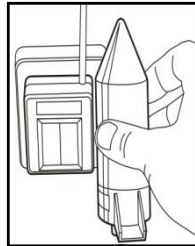

Fig 3
- 2) Placer l'émetteur vert verticalement contre le récepteur, l'étiquette tankalert de l'émetteur face au récepteur, (voir fig. 3) les points noirs se trouvant l'un contre l'autre.